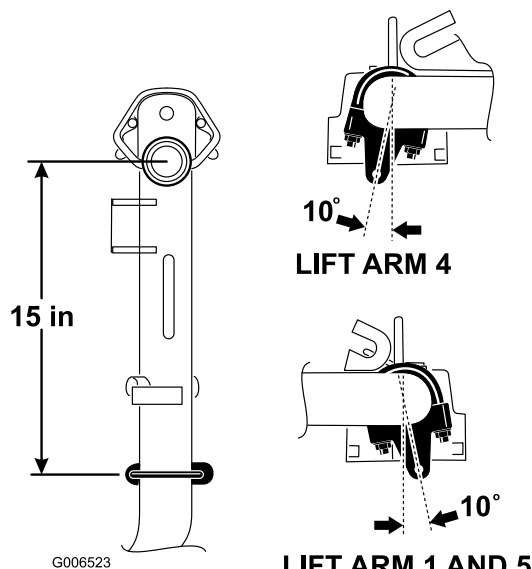

Figura 9
- Sui bracci di sollevamento n° 1, n° 4 e n° 5, posizionate le staffe della catena e i bulloni a U a una distanza di 381 mm dietro la linea centrale dello snodo di articolazione (Figura 9). Sui bracci di sollevamento n° 1 e n° 5 le staffe dovranno essere ruotate verso destra di 10 gradi dalla posizione verticale (Figura 9). Sul braccio di sollevamento n° 4 la staffa dovrà essere ruotata verso sinistra di 10 gradi dalla posizione verticale (Figura 9).